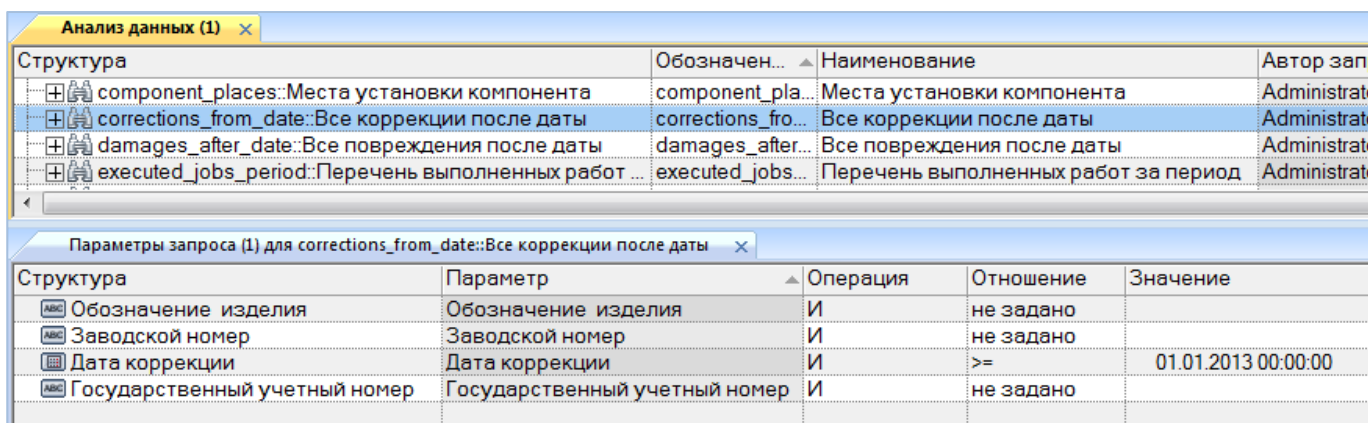

Рис. 7-3 – Параметры стандартного запроса
5) Для просмотра и редактирования параметров запроса выделить запрос и открыть окно связанных объектов «Параметры запроса», нажав на кнопку «Параметры» панели «Правка» (рис. 7-3).